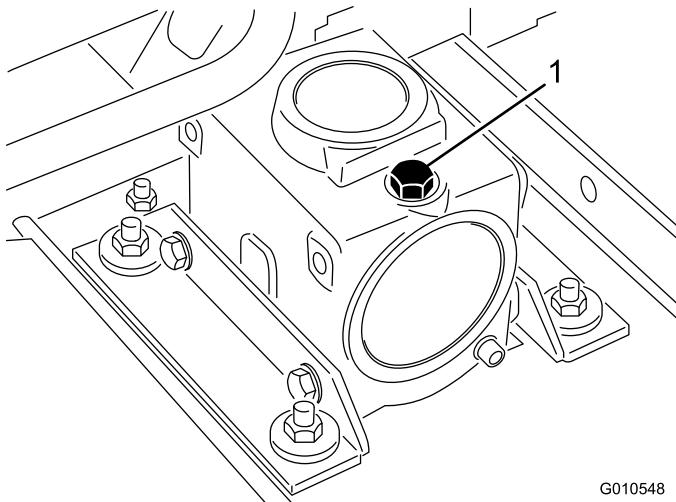

図 23
- マシンとカッティングユニットを平らな場所に駐車させ、カッティングユニットを降下させる。ギアボックスの上部についているディップスティック兼給油プラグ (図 23) を取り、オイルの量が、ディップスティックについている2本のマークの間にあることを確認する。油量が少なければ、SAE 80-90 wt. ギア用潤滑油を 2 本のマークの中間まで補給する。ギアボックスの容量は 283 ml です。